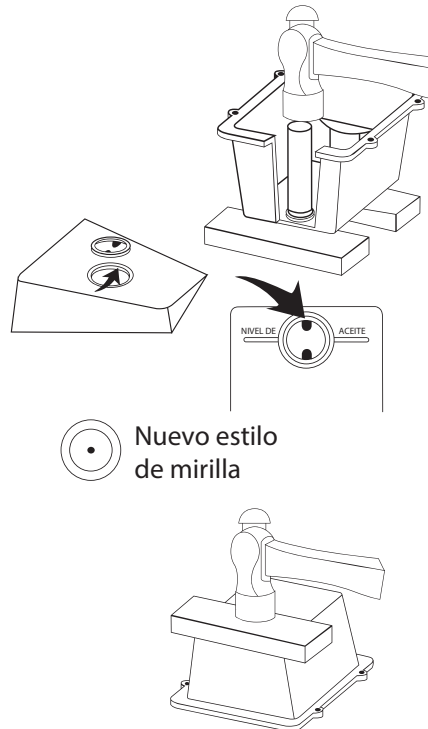

Figura 21
Paso 1: quite la cubierta de la bomba y dépositela sobre dos bloques de madera. Saque la mirilla usando un mango de escoba u otro objeto como un punzón. Para las series DV-85, DV-142 o DV-200, utilice un punzón de 1" de diámetro (**figura 21**).